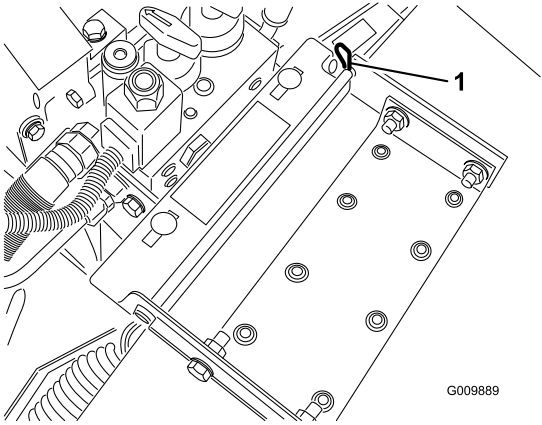

Figure 36
- Retirez la goupille fendue qui fixe le pivot de capot aux supports (Figure 36).